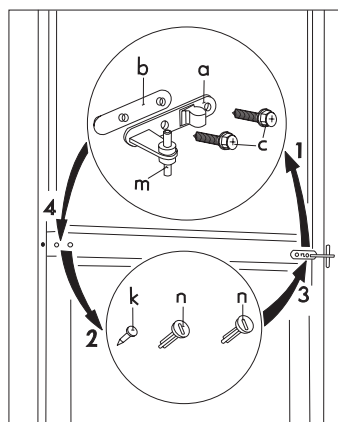

Fig. 3.
- Retirez la charnière (a, b, c) du milieu. Veillez également à retirer l'entretoise en plastique (b) se trouvant sous la charnière de la porte (Fig. 3).
- Retirez les 3 caches, n, k) et placez-les de l'autre côté (Fig. 3).
- Retirez les crochets de fermeture de porte (u, v) en dévissant les vis (s) (Fig. 3).
- Insérez le gond (m) de la charnière du milieu dans le trou extérieur de la porte du congélateur (Fig. 3).